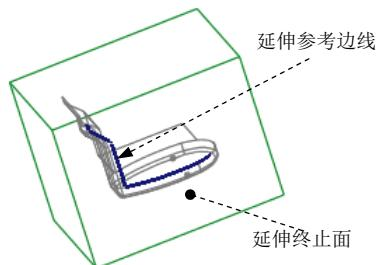

图 26.11 延伸参考边线
(1) 选取图 26.11 所示的复制曲面的边线。
- (2) 单击**分型面**功能选项卡**编辑**▼区域中的**延伸**按钮，此时出现**延伸**操控板。
- (3) 选取延伸的终止面。在操控板中按下**拾取**按钮，选取图26.11所示的坯料表面为延伸的终止面。
- (4) 在**延伸**操控板中单击**确定**按钮。完成延伸曲面的创建。